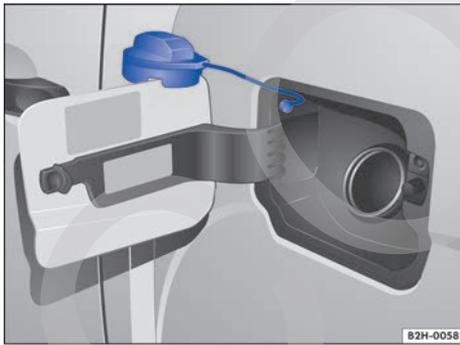

Fig. 129 Tapa del tanque de combustible abierta con el tapón enganchado en ella.
- Desenrosque el tapón del tanque en el sentido contrario al de las agujas del reloj y encájelo en la tapa \Rightarrow fig. 129.